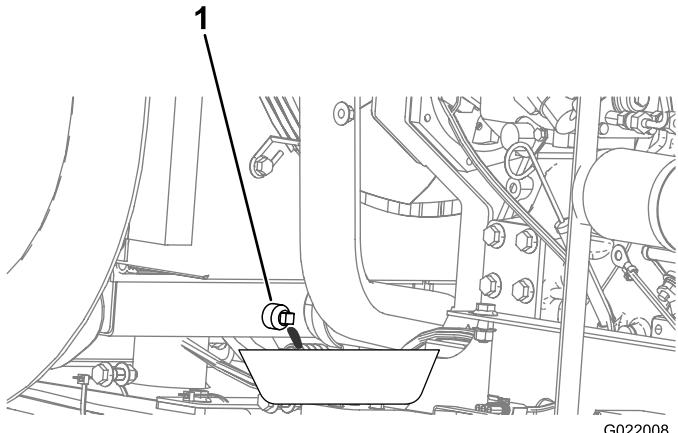

Figure 102
5. Placez un bac de vidange sous le bouchon de vidange (Figure 102).
8. Fermez le bouchon de vidange (Figure 102).
- C. Fermez le bouchon de vidange (Figure 102).
H. Fermez le bouchon de vidange (Figure 102).